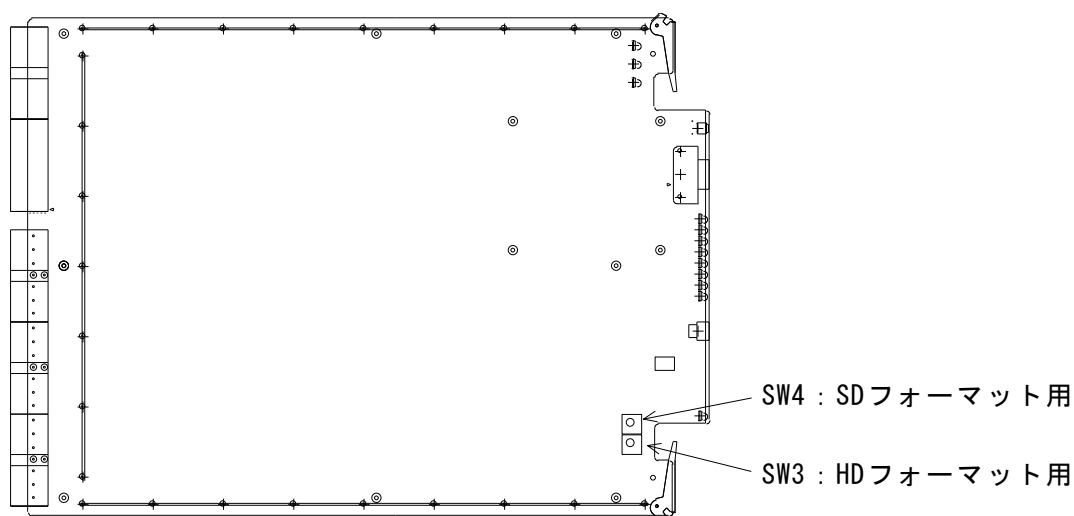

図4-2 VIDEO BOARD
- 4) 図4-2(下図) VIDEO BOARDのSW3(HD-SDI)、SW4(SD-SDI)のコードスイッチを回してシステム位相を設定します。